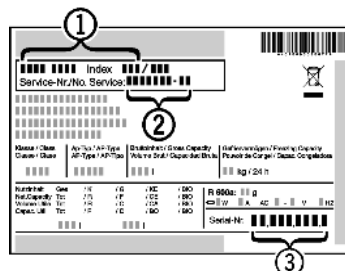

Fig. 52
- ▶ A készülék megnevezését Fig. 52 (1), a szerviz- Fig. 52 (2) és sorozatszámot Fig. 52 (3) a típustábláról olvassa le. A típustábla a készülék belsejében baloldalon található.